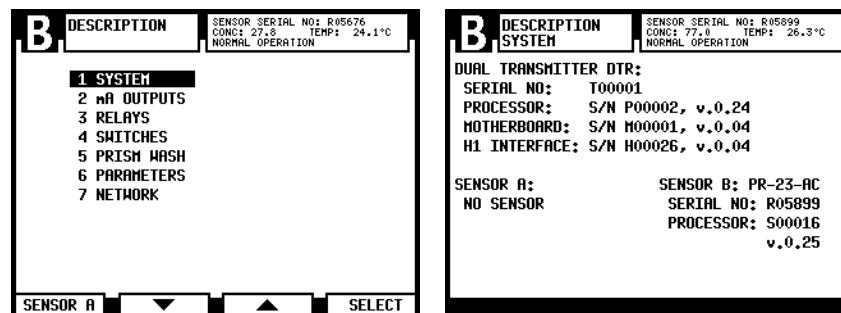

Figura 5.5 Descrição do sistema
A descrição do menu (Figura 5.5) aponta para a seguinte informação:
1. SYSTEM (*Sistema*): Veja Figura 5.5, lado direito